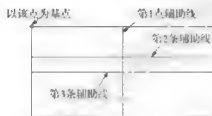

图 3-44
**步骤 2:** 在工具栏中选择“直线”命令 $\text{L}$ , 在绘图区绘制参考线, 如图 3-44 所示。